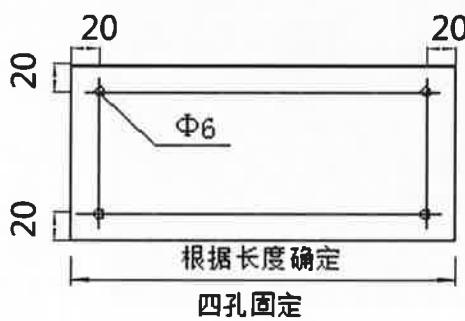

图 3 四孔固定安装示意图
3.4 标识牌采用不锈钢膨胀螺丝进行固定，采用四孔或六孔固定安装。不锈钢膨胀螺丝采用 10mm 镜面广告钉装饰。安装示例见图 3、图 4。